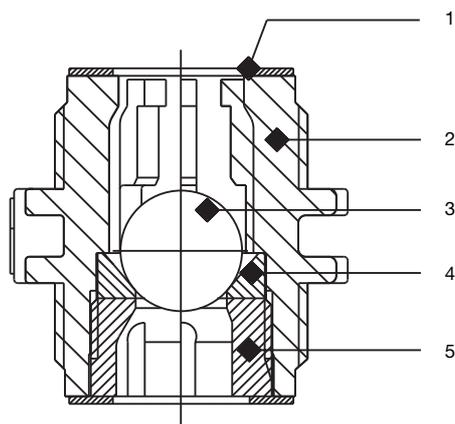

Fig. 31
- ▶ Retirez le capuchon du clapet (5) du côté de l'aspiration (voir Fig. 31).
- ▶ Retirez délicatement les pièces du corps de clapet (2).
- ▶ (Le cas échéant : placez le ressort de pression dans le corps de clapet (2)).
- ▶ Placez la bille de clapet (3) et le siège de clapet (4).
- ▶ Vissez le capuchon du clapet (5).